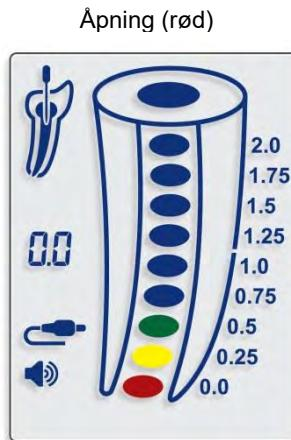

Fig. 10
- 7.4.12. At man har nådd apikal åpning (0,0) er indikert med et rødfarget segment inn i rotkanalbildet (Fig. 10) og et konstant lydsignal.